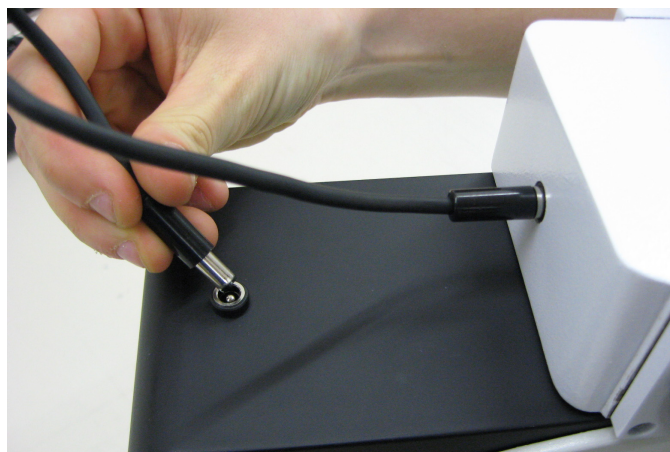

Fig. 2
2.3 Per poter utilizzare la freccia luminosa verde che verrà usata come puntatore, si deve accendere l'interruttore generale del microscopio posto nella parte posteriore dello strumento. Collegare un terminale del cavo in dotazione nella parte posteriore del deviatore ottico e l'altro terminale nel connettore posto sulla parte superiore del microscopio. (Fig. 2). A questo punto usare la manopola di spostamento della freccia luminosa (1) o la manopola di regolazione dell'intensità (2) per adattare alle proprie esigenze posizione e luminosità del puntatore.